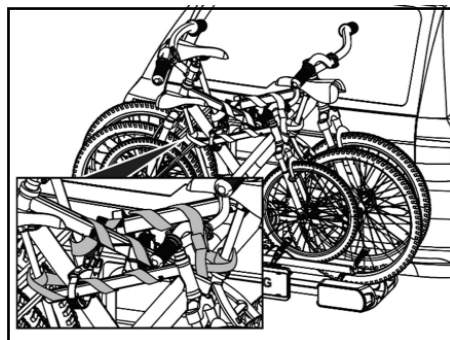

Figura 12: Applicazione della cinghia di sicurezza
- Prima di iniziare il viaggio, controllare sempre che la cinghia sia fissata correttamente e saldamente attorno alle biciclette e alla staffa a U del portabicicletta (figura 12).